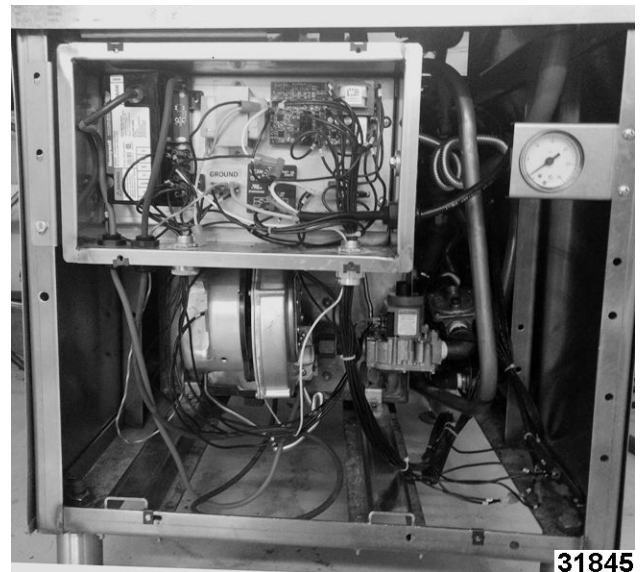

Fig. 22
**PREVIOUS PRODUCTION SHOWN IN** Fig. 22